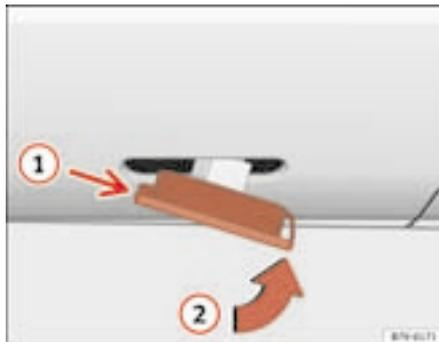

Abb. 165 Seitlicher Blinker
- Den Blinker durch Einrasten der Halterungen ① ⇒ Abb. 165 zuerst in die Aufnahme in der Karosserie und anschließend den Blinker in Richtung von Pfeil ② einsetzen. ■